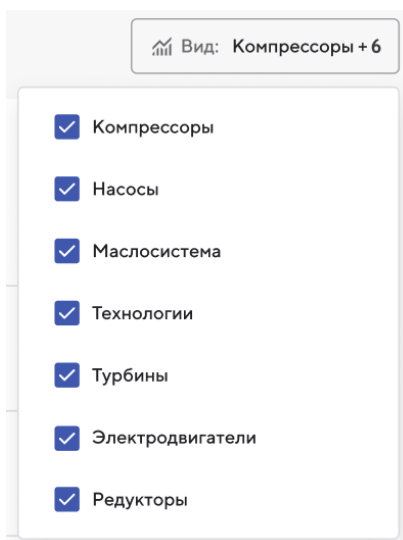

Рисунок 57 – Дополнительное окно фильтра «Вид»
2. Нажмите кнопку фильтра «Вид». Откроется дополнительное окно (Рисунок 57). В дополнительном окне выбраны все узлы оборудования.
2. Нажмите кнопку фильтра «Вид». Откроется дополнительное окно (см. Рисунок 57).